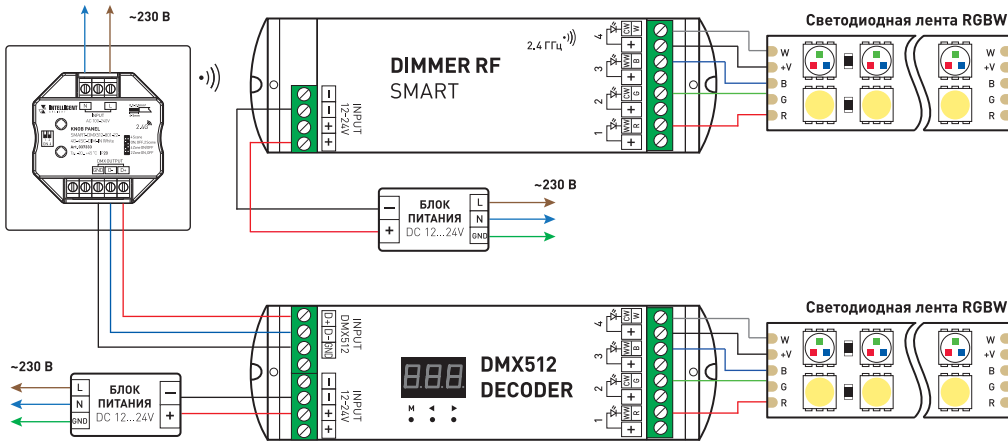

Рис. 1. Схема подключения панели управления
- 3.2. Подключите панель согласно схеме на рис. 1.